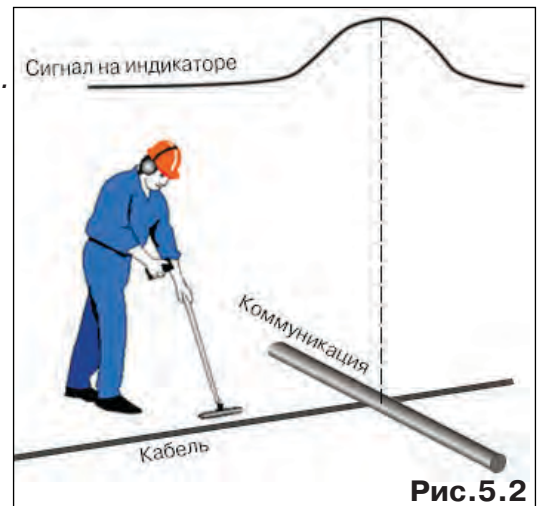

Рис.5.2
3. Расположить корпус электромагнитного датчика над трассой кабеля параллельно трассе (уровень сигнала на индикаторе приемника будет близок к нулю) (рис. 5.2). Провести трассопоиск в соответствии с методом максимума. При прохождении по трассе место пересечения кабеля с коммуникациями определяют по максимальному сигналу.